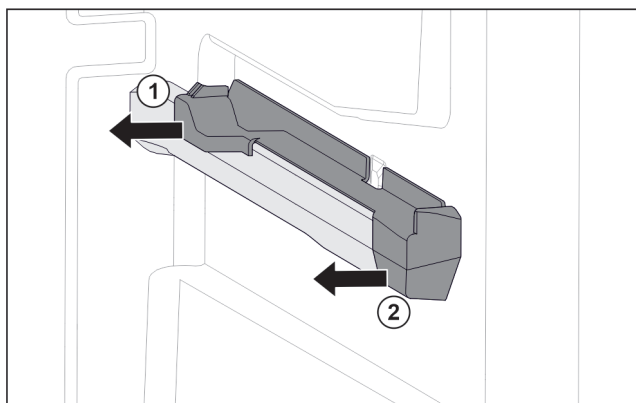

Fig. 55 Pieza de acoplamiento en la nervadura para recipientes derecha
- ▶ Retire la pieza de acoplamiento por detrás lateralmente. Fig. 55 (1)
- ▶ Retire la pieza de acoplamiento por delante lateralmente. Fig. 55 (2)